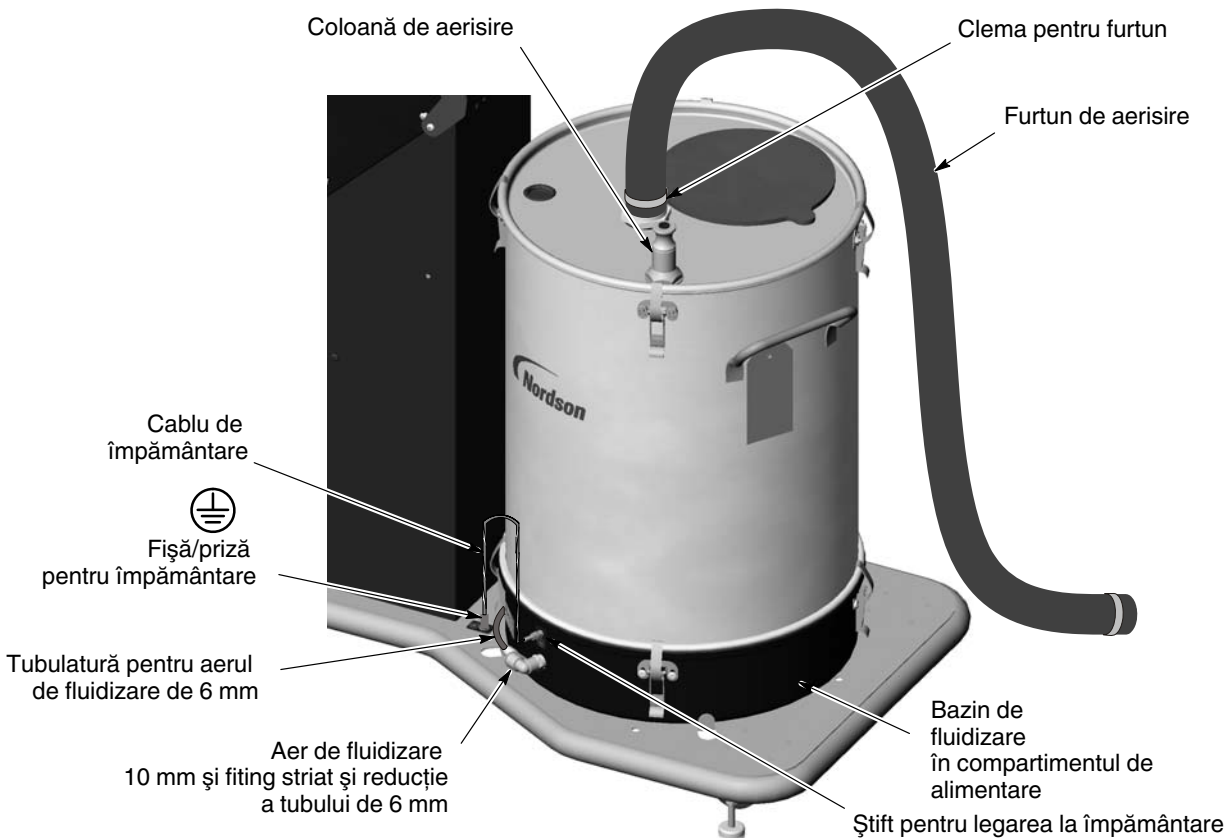

Figura 3-2 Montarea compartimentului de alimentare pe șasiul sistemului mobil
1. Vezi Figura 3-2. Desfaceți din cleme capacul compartimentului de alimentare și scoateți furtunul de aerisire și clemele furtunului.